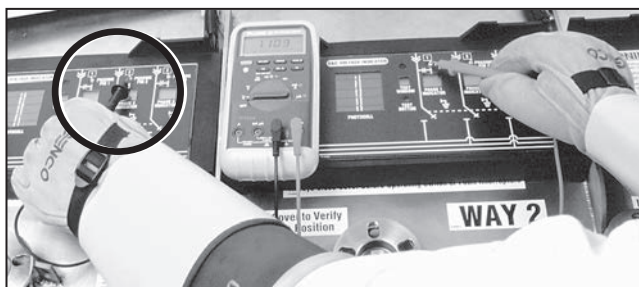

Figura 51. Medição da tensão fase/fase—Fase 2 para Fase 1
- (c) Mantenha a ponta de prova no Pino de Faseamento 1 da segunda via e mova a outra ponta de prova para o Pino de Faseamento 2 da primeira via. Meça a tensão fase/fase. Ver Figura 51. Na comparação de fases diferentes das duas vias, a tensão deve ser 1,7 a 2 vezes a tensão fase/terra medida no Passo 3 na página 27.